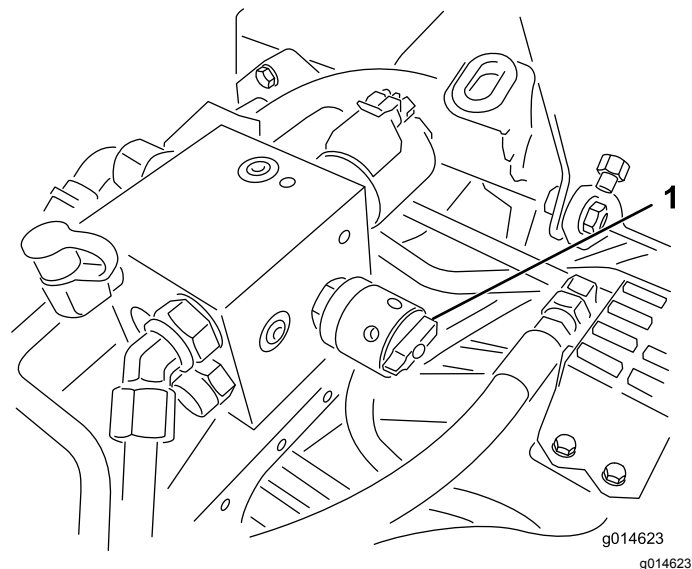

Figure 54
6. Tournez la commande de vitesse des cylindres à la position 1 (Figure 54).